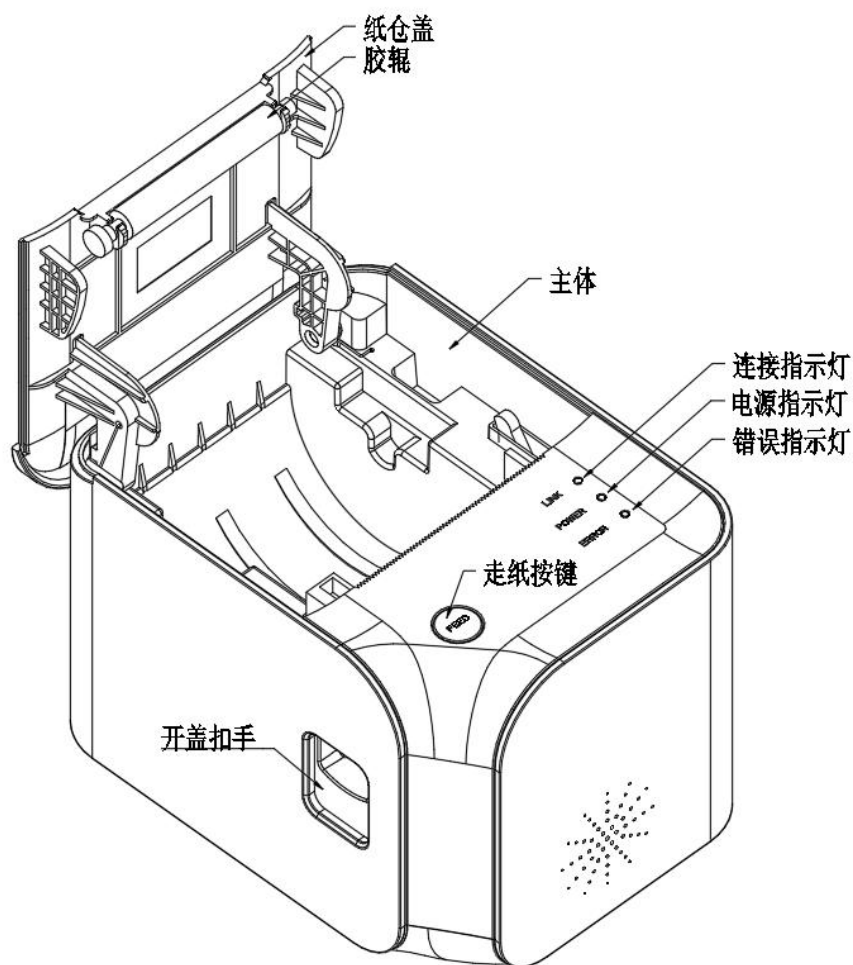
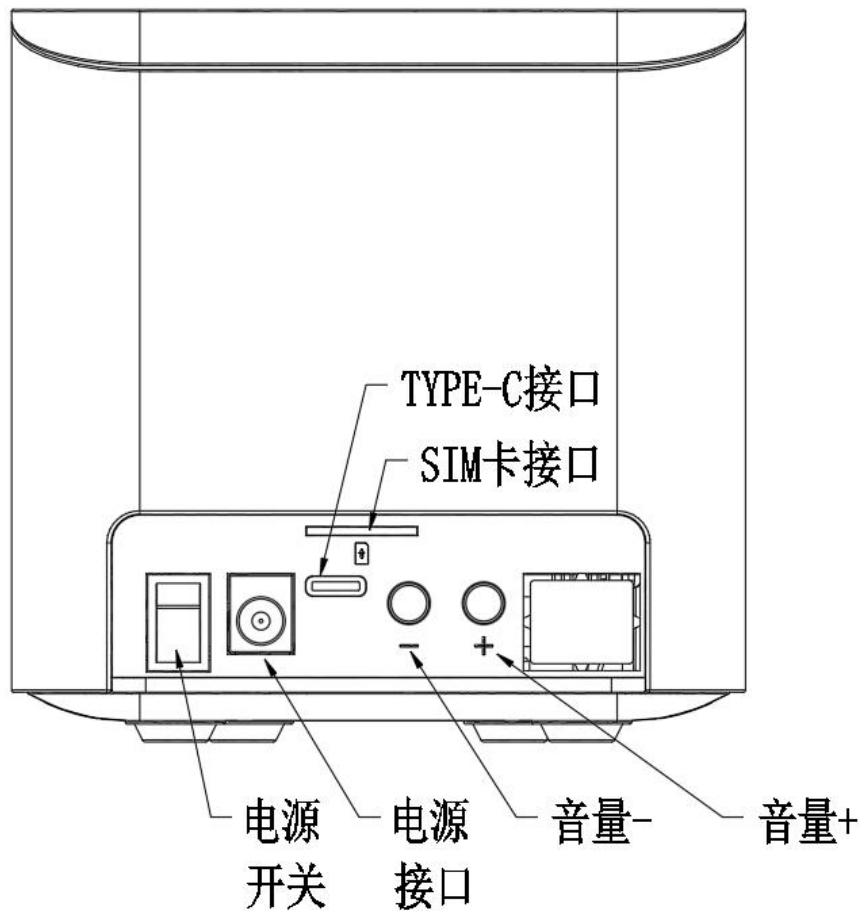

图 2-1-1 打印机外型
图 2-1-2 打印机外型（后视图）
打印机外型 如图 2-1-1，图 2-1-2。
- 1、当机头内无纸时，请不要按【FEED】键，以免影响打印头寿命。如图 2-1-1，将开盖扣手向下按压，打开纸仓盖即可换纸。
如图 2-1-2，打印机有【音量+】和【音量-】两个按键，可实现扬声器语音音量大小调节，打印机正常工作状态下，每按一下按键，音量增加或减小一个档位，同时有语音提示。